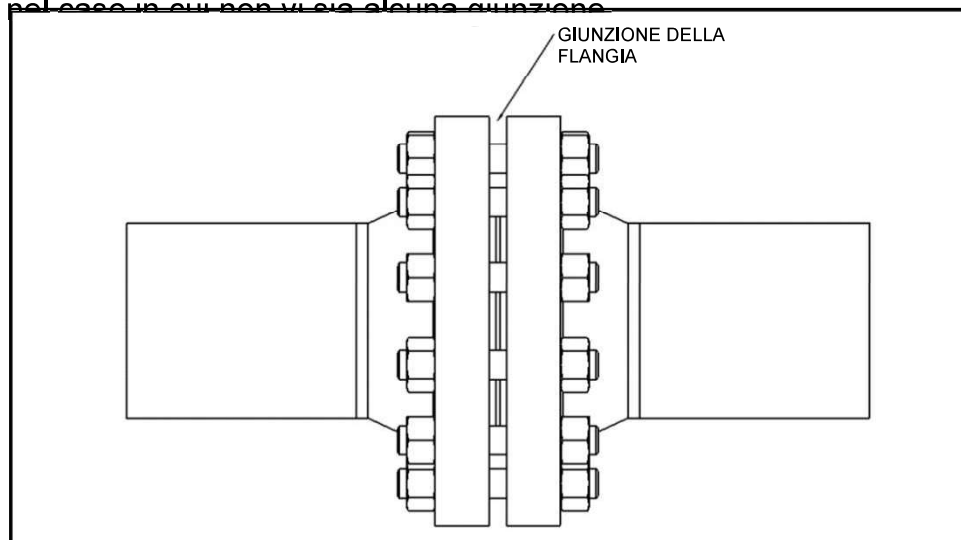

Figura 1
- ☐ La Flange+Repair Ring **NON è adatta** per flange isolanti. La Flange+Repair Ring **funzionerà solo** per flange a faccia piatta con l'aggiunta degli Inject-a-Bolts. Per ulteriori informazioni su questo prodotto, contattare PLIDCO. Assicurarsi che vi sia almeno un'intercapedine di 1/16 di pollice (1,5 mm) tra le flange (come mostrato nella Figura 1). Questo garantirà che il sigillante iniettato possa raggiungere i prigionieri. Si prega di contattare PLIDCO per le opzioni disponibili ~~nel caso in cui non vi sia alcuna giunzione~~.